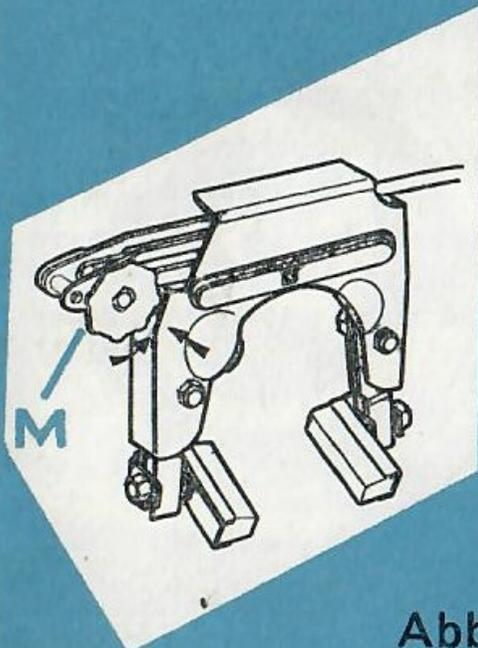

Abb. 4
(Abb. 4).
Dies kann sehr rasch und ohne Werkzeuge vorgenommen werden mit Hilfe der Handmutter (M) (Abb. 4), indem Sie den einzustellenden Handbremshebel ziehen und die Bremsklötze mit der anderen Hand gegen die Felge drücken. Dann lassen Sie den Handbremshebel los. Nachdem Sie die Handmutter (M) aus ihrer Arretierung gelöst haben, drehen Sie diese um eine oder mehrere Rasten.
- **Austausch des Vorderbremsseiles :** (Siehe Abb. 4 und 6).